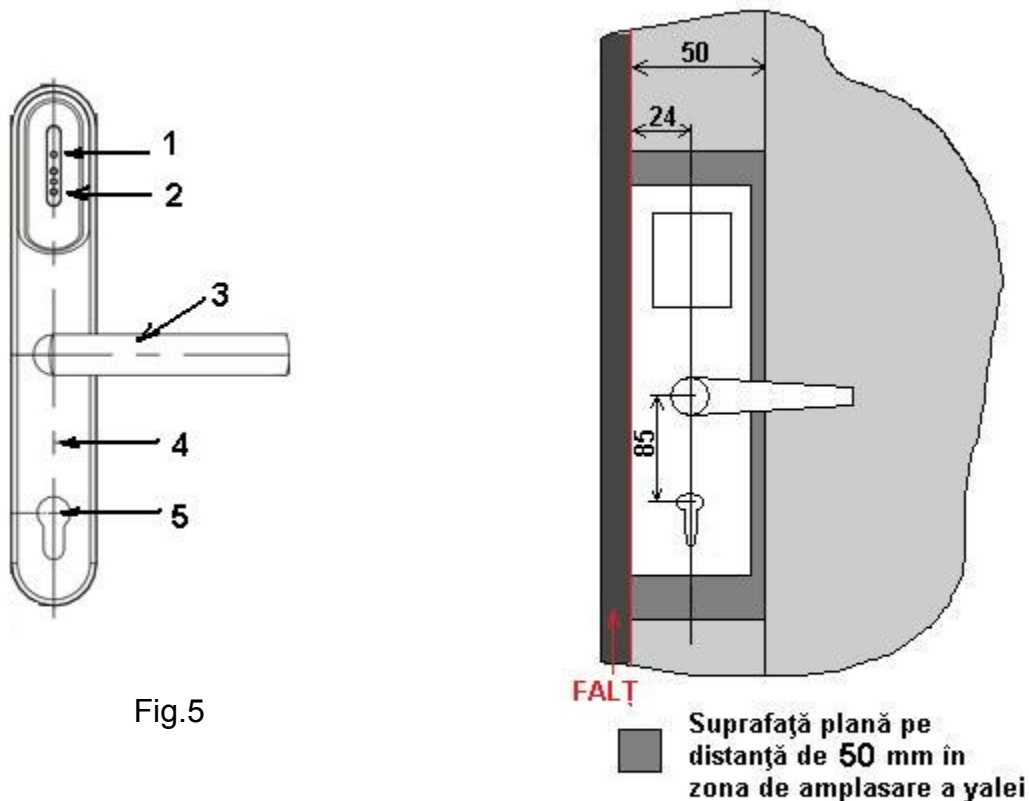

Fig.5
Yala de hotel este destinată echipării ușilor de hotel sau birouri cu un sistem de acces care nu necesită conexiuni electrice (cabluri suplimentare noi îngropate în pereții clădirii). Ansamblul yalei de hotel este format dintr-o parte mecanică (poz. 3-5 din figura 5) și o parte electronică de control acces și semnalizare a stării (poz. 1-2 din fig. 5).
Acționarea clanței dinspre exterior (intrarea în camera de hotel) este imposibilă fără a arma yala cu ajutorul unui card de acces. Pentru armarea (deschiderea) yalei se apropie cardul de acces de cititorul de carduri. Deschiderea yalei este semnalizată prin aprinderea LED-ului verde. În intervalul de timp în care LED-ul verde (poz. 1 din fig. 5) este aprins se poate apăsa pe clanța exterioară cu scopul de a deschide ușa. Dinspre interior ușa se poate deschide oricând se dorește părăsirea camerei de hotel sau pentru evacuare în caz de urgență (incendiu, inundație, ș.a.)
În momentul în care bateriile care alimentează partea electronică sunt aproape consumate, LED-ul roșu clipitor (poz. 1 din fig. 5) se va aprinde de fiecare dată când se apropie de cititor un card de acces. Din acest moment se va asigura funcționarea corectă a yalei pentru minim 24 de ore.
Important: schimbarea bateriilor revine în sarcina beneficiarului final al yalelor de hotel. După schimbarea bateriilor, PENTRU ACTUALIZAREA CEASULUI, se apropie de cititor *Cardul setare timp (înscris cu data și ora actualizate)* și se menține apropiat până când se observă următoarea semnalizare: LED-ul portocaliu (poz. 1 din fig. 5) se aprinde o dată.
1. se apropie de cititor ***Cardul setare adresa*** și se menține apropiat până când se observă următoarea semnalizare: LED-ul portocaliu (poz. 1 din fig. 5) se aprinde de 2 ori;
2. se apropie de cititor ***Cardul setare timp*** și se menține apropiat până când se observă următoarea semnalizare: LED-ul portocaliu (poz. 1 din fig. 5) se aprinde o dată.
Se apropie de cititor ***Cardul setare timp*** și se menține apropiat până când se observă următoarea semnalizare: LED-ul portocaliu (poz. 1 din fig. 5) se aprinde o dată.